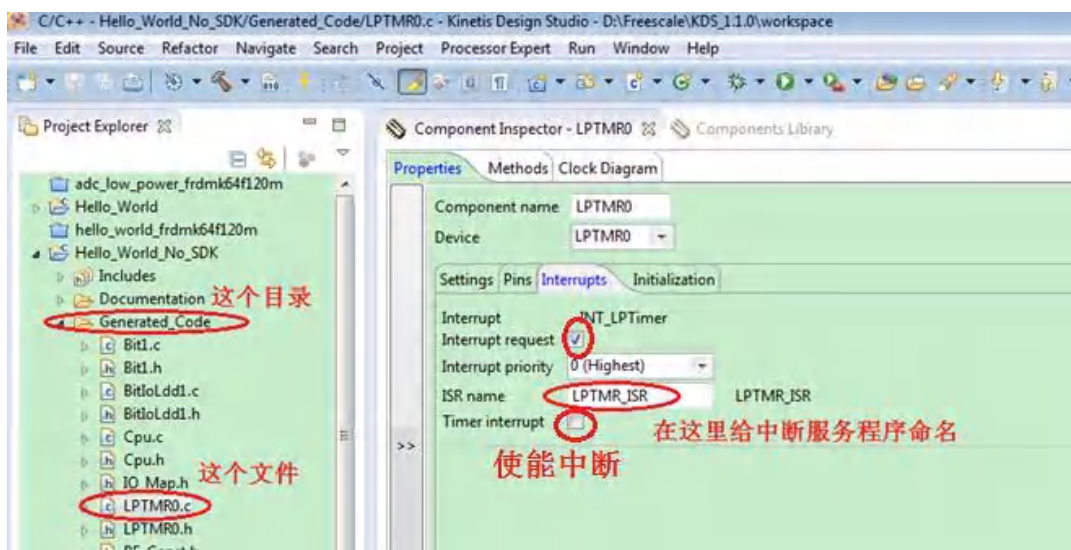
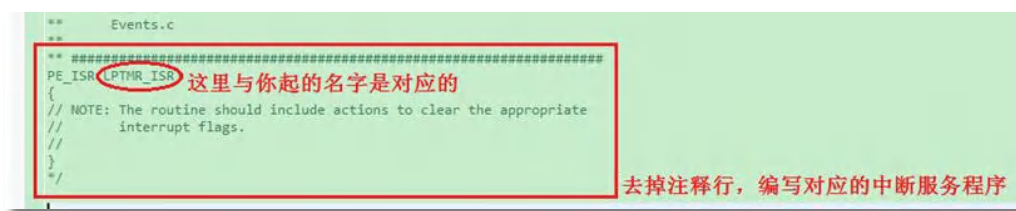

图 139 在PE中开启并设置中断
图 140 编写中断服务程序
- 另外，如果需要开启LPTMR中断，则需对其中断进行配置，如图 139所示，另外还需要编写相应的中断服务程序。在Generated_Code目录下，可以找到与配置模块对应的c文件，本例使用的模块是LPTMR0，所以对应的文件是LPTMR0.c，里面可以看到PE生成的中断服务程序原型，如图 140所示。